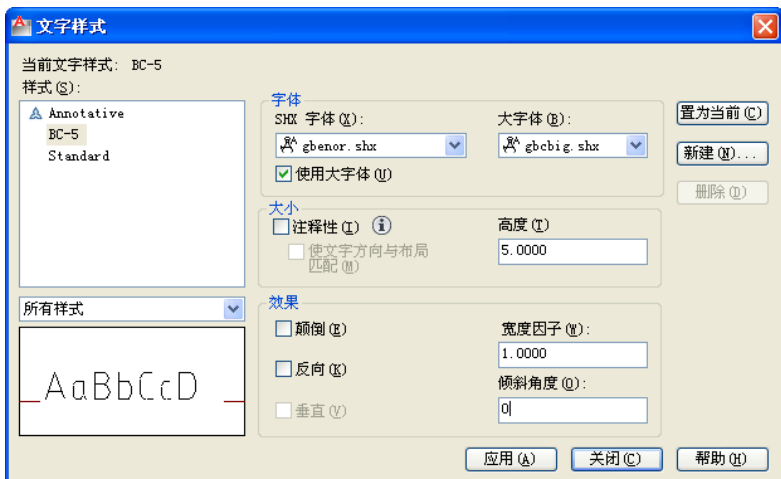

图 8-3 创建新文字样式
(3) 设置文字样式。在“格式”菜单中选择“文字样式”命令，或者在“样式”工具栏中单击“文字样式”按钮，打开“文字样式”对话框。利用“文字样式”对话框创建符合国家标准的所有文字样式，例如单击“新建”按钮来新建一个名为“BC-5”文字样式，设置其“SHX 字体”为“gbenor.shx”，选中“使用大字体”复选框，大字体为“gbcbig.shx”，字体高度为 5，其他设置如图 8-3 所示。